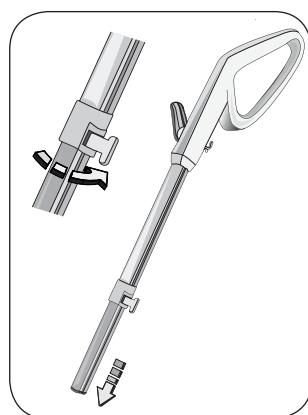
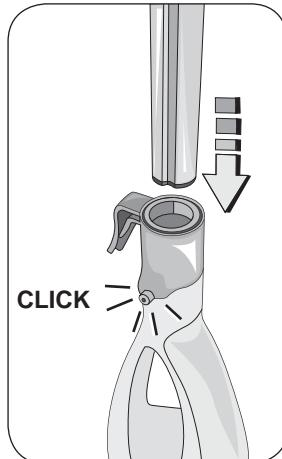

Fig. 4
Fig. 5
Monte a haste telescópica (J) no corpo do aparelho (Fig 5). Abra o gancho de regulação (K) e alongue a haste telescópica até o nível desejado (Fig 4). A haste telescópica pode ser inserida no corpo do aparelho (F) de um só modo. A montagem estará correta quando houver um “click” (Fig 5).